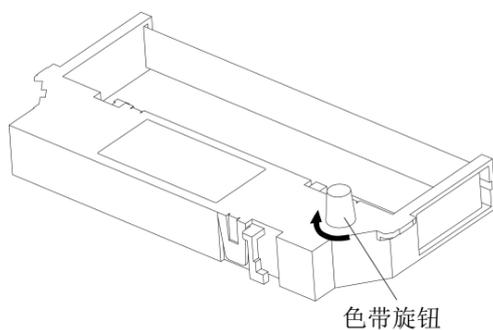

图 2
- 3) 拆开色带盒包装，按色带盒上的箭头方向转动色带盒旋钮，使色带绷紧，如图2所示。